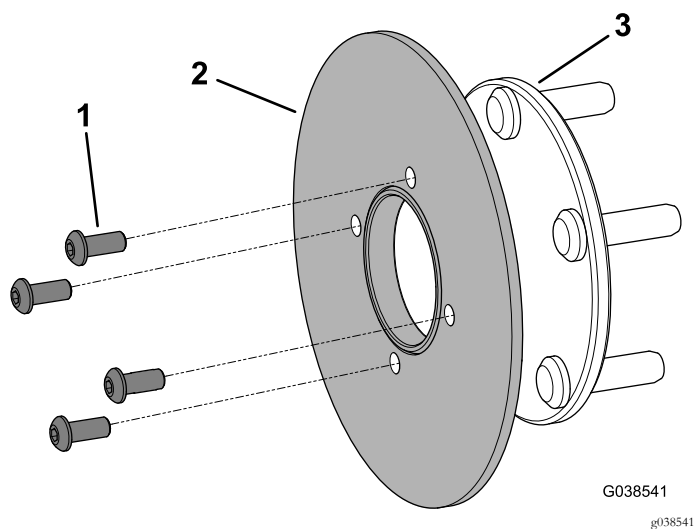

Рисунок 7
7. Выверните 4 болта с внутренними шестигранниками (5/16 x 3/4 дюйма) и снимите ротор со ступицы (Рисунок 7).
6. Установите ротор на ступицу с помощью 4 болтов с внутренними шестигранниками (5/16 x 3/4 дюйма), как показано на Рисунок 7.